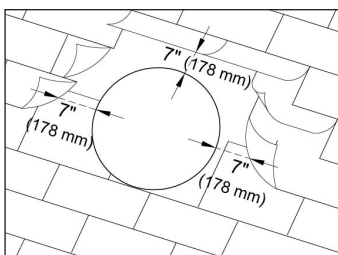

Figura 4
**5. Enrolla las** tejas superiores hacia atrás a 7" (178 mm) de la parte superior y los lados; asegúrate de que se hayan quitado todos los clavos para techo. Consulta la Figura 4.